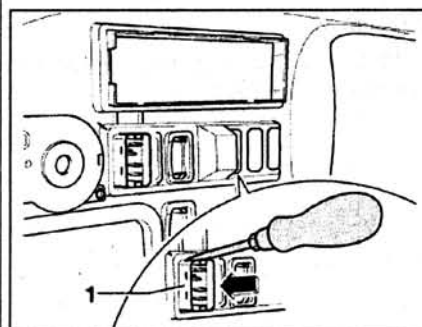

Рис. 8.88. Отцепите фиксаторы сверху и снизу выключателя (стрелки) с помощью отвертки 1.
3. Отцепите фиксаторы сверху и снизу выключателя (**стрелки**) с помощью отвертки **1** (рис. 8.88).